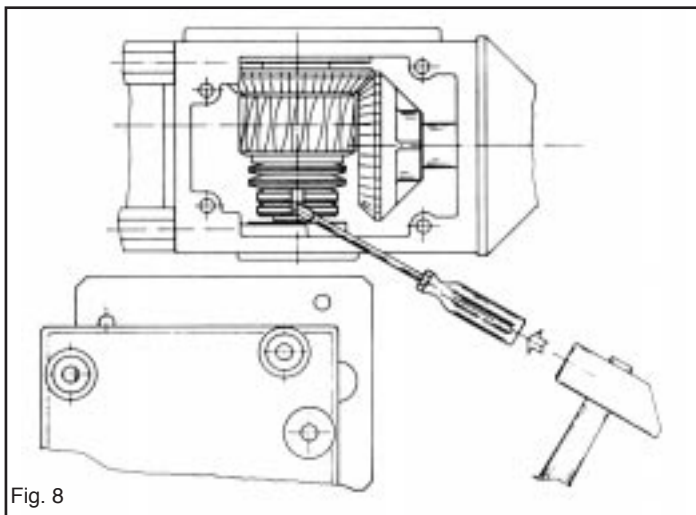

Fig. 8
N.B. : Il ne faut donner au portail que la force nécessaire à son actionnement, une personne doit donc être en mesure de l'arrêter avec la main. Un fois le réglage effectué, se rappeler de bloquer les deux bagues l'une contre l'autre (Fig. 8).
Take care to secure the two ring nuts one against the other once the clutch has been adjusted (Fig. 8).
A regolazione avvenuta ricordarsi di bloccare le due ghiere una contro l'altra (Fig. 8).
N.B.: Die Antriebskraft des Tors darf nur so hoch sein, daß das Tor geschlossen wird, aber per Hand angehalten werden kann. Nach der Einstellung sind die beiden Nutmuttern zu sichern (Abb. 8).
Il motore non ha la forza di muovere l'anta.	Agire sulla frizione dando più forza di spinta (senza esagerare) (Fig. 8).
BRACCIO n'a pas de force de traction.	Operer sur l'embrayage autant qu'il faut afin de rétablir le mouvement de la grille sans le forcer (Fig. 8).
The motor has not the force to move the gate	Adjust the safety clutch as much as it is necessary to reset the gate in movement without forcing it (Fig. 8).